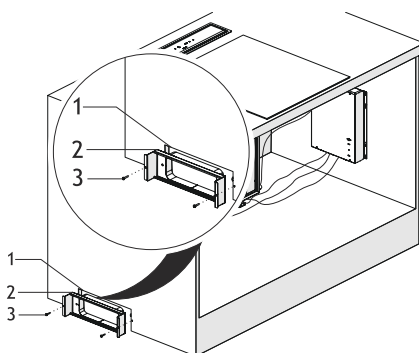

Fig. 21
- 11.** Placér kulfilter kabinettet (Fig. 21 / 1) i det udskåret hul i soklen (Fig. 21).
Skru kulfilter kabinettet fast i soklen med 2x 3,9 x 22 skruer (Fig. 21).